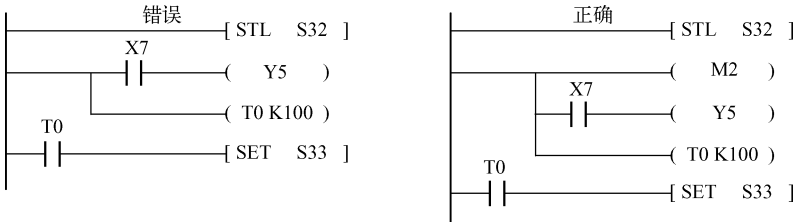

图 5-28 STL 下一行最好直接连接线圈
(3) 与 STL 指令相连接的起始触点最好直接连接线圈，用于辅助状态记忆，如图 5-28 所示。